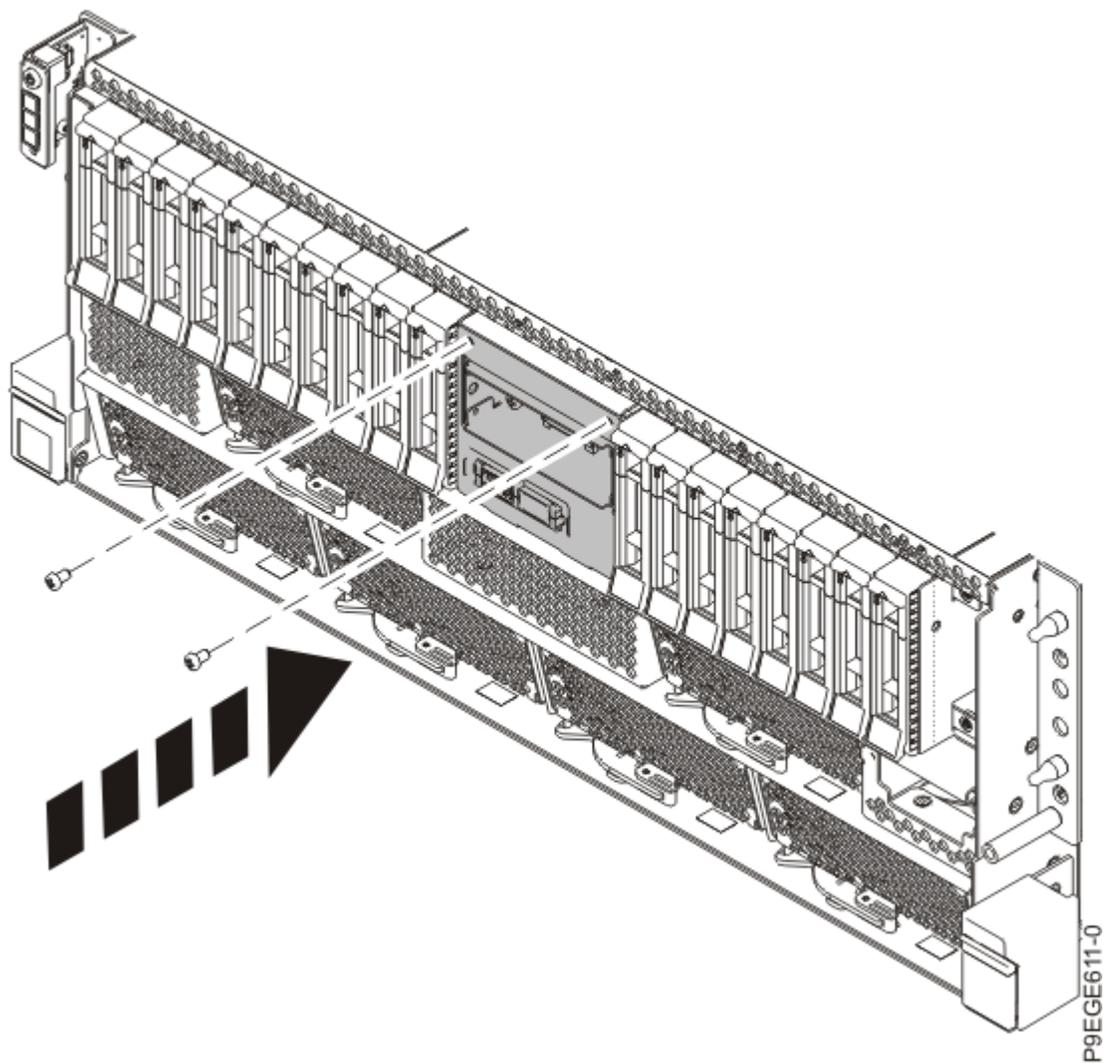

Figura 126. Fijación del cable de pantalla del panel de control al sistema para un sistema montado en bastidor
6. Para un sistema montado en bastidor, fije el receptáculo de la pantalla del panel de control al sistema con dos tornillos, tal como se muestra en la Figura 126 en la página 133.